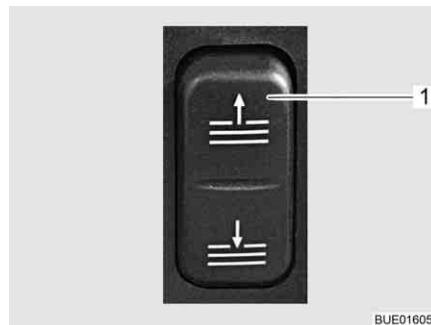

Fig. 34 Conmutador Parasol
- Pulsar la parte superior o inferior del conmutador (Fig. 34,1). El parasol se desplazará hacia arriba o abajo mientras que se esté pulsando el conmutador.